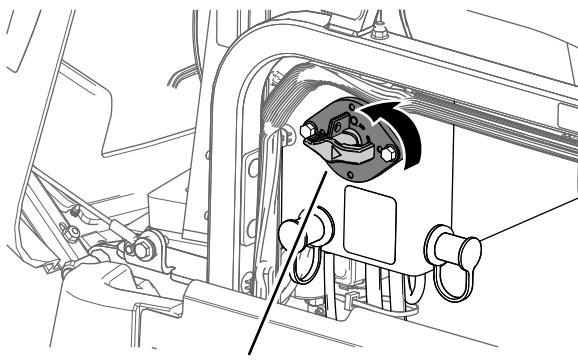

Figure 4
3. Tournez le coupe-batterie en position HORS TENSION (Figure 4).